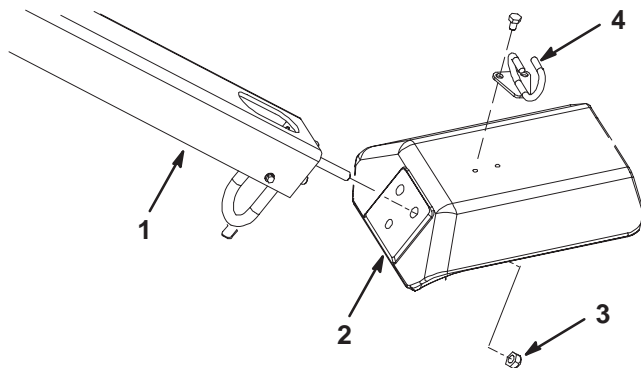

Bild 3
2. Setzen Sie die Befestigungsbolzen für den Griff in die Löcher in der Gabel ein (Bild 3).
3. Befestigen Sie die Griffbolzen mit drei 1/2–20 Sicherungsmuttern an der Gabel (Bild 3).
5. Befestigen Sie die Kabelführung mit zwei 5/16 x 1/2 Zoll Kopfschrauben an der Gabel (Bild 3).